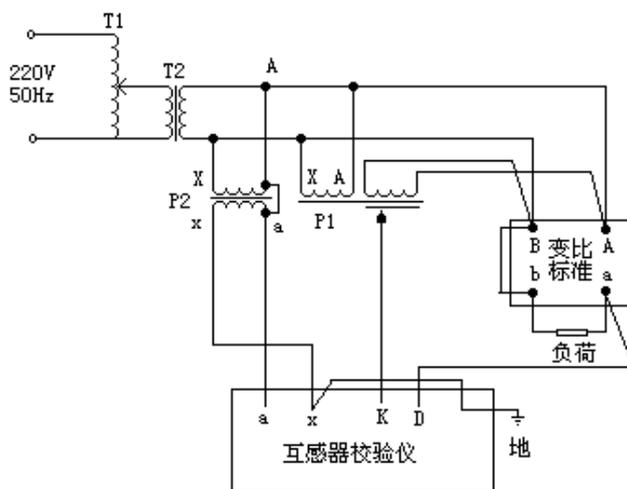

图 3
检定线路与图 3 相同，只是“变检”的一次端钮在接“A、X”时，二次端钮必须接“a、x”或“a'、x'”，同时，变比值有三种选择，即通过组别变比开关选择。
5. 检定标准 PT 时，严禁用“变检”的二次端钮给校验仪供电，必须按图 3 的接法另接供电互感器。